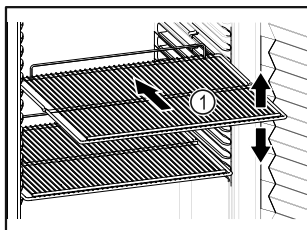

Fig. 60 Примерное изображение
- ❑ Если полки для хранения Fig. 60 (1) можно переставлять, отрегулируйте высоту их установки.